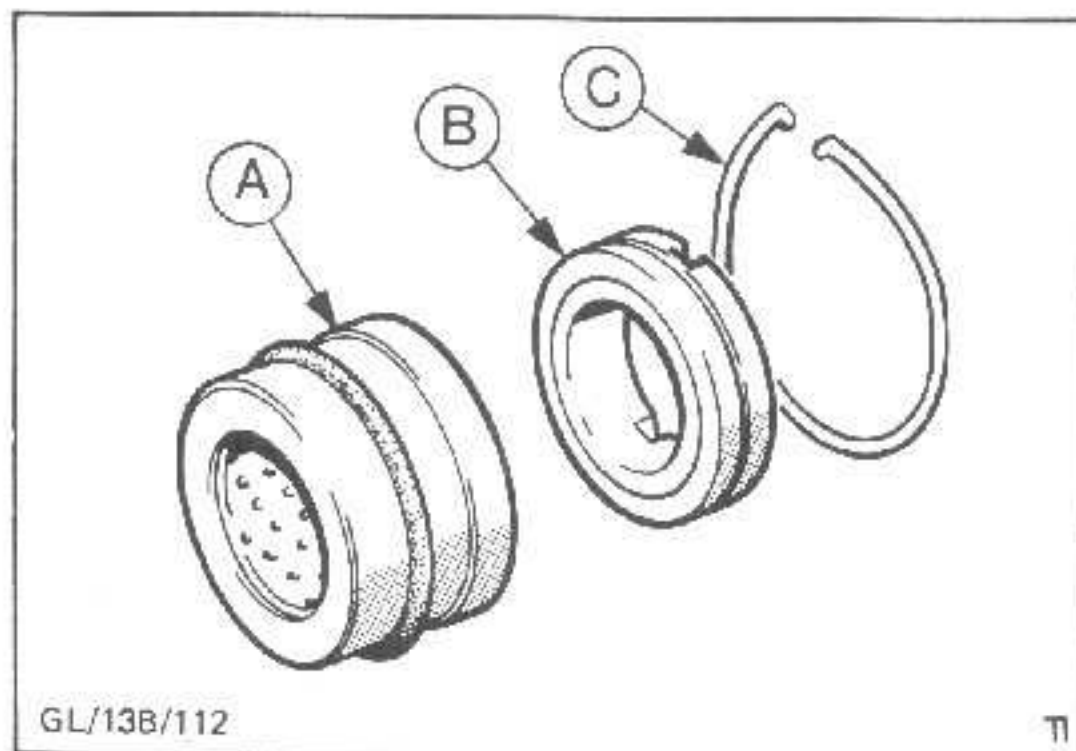

Abb.31 Zahnstangenführungslager und Dichtungssatz
12. Führungsbüchse, Dichtungen und Lager von der Zahnstange abziehen, Abb.31.